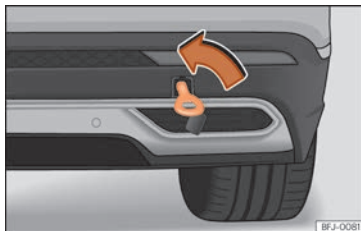

Abb. 48 Auf der rechten Seite des hinteren Stoßfängers: eingeschraubte Abschleppöse.
- Drehen Sie die Abschleppöse **entgegen dem Uhrzeigersinn** in die Aufnahme bis zum Anschlag »» **Abb. 48** »» ⓘ. Verwenden Sie ein geeignetes Hilfsmittel, um die Abschleppöse festzuziehen.